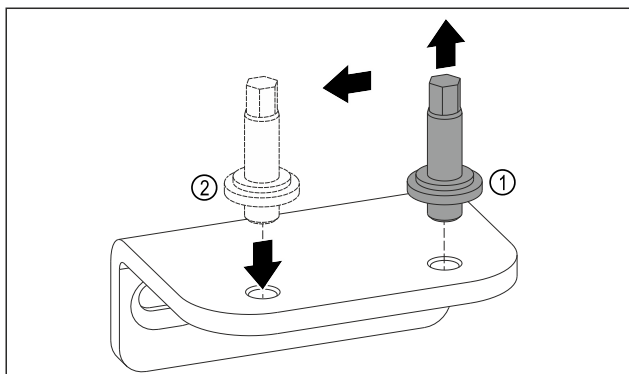

Fig. 11
- ▶ Wykręcić sworznie dolnej płytki zawiasu kluczem imbusowym SW5. Fig. 11 (1)
- ▶ Założyć sworznień po przeciwległej stronie. Fig. 11 (2)